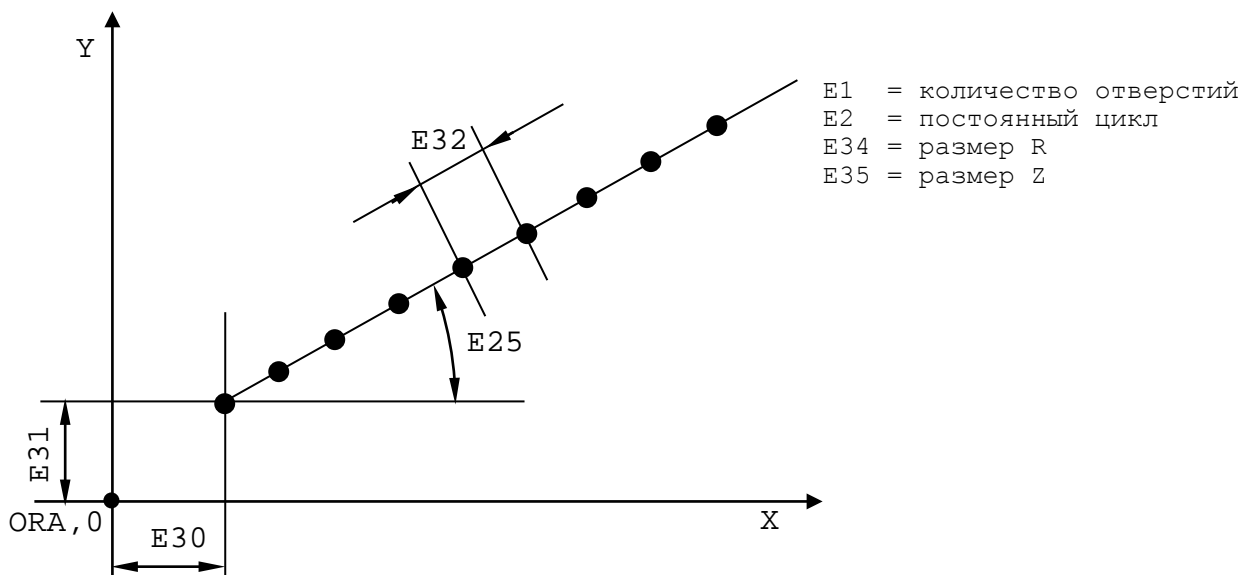

Рисунок 2.128
2) Линейная сетка. Этому примеру соответствует рисунок 2.128.